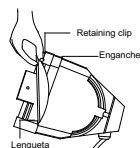

Figura 3
3. Sujete la lente por el borde, y posicónela con el lado convexo hacia atrás. (Figura 3)